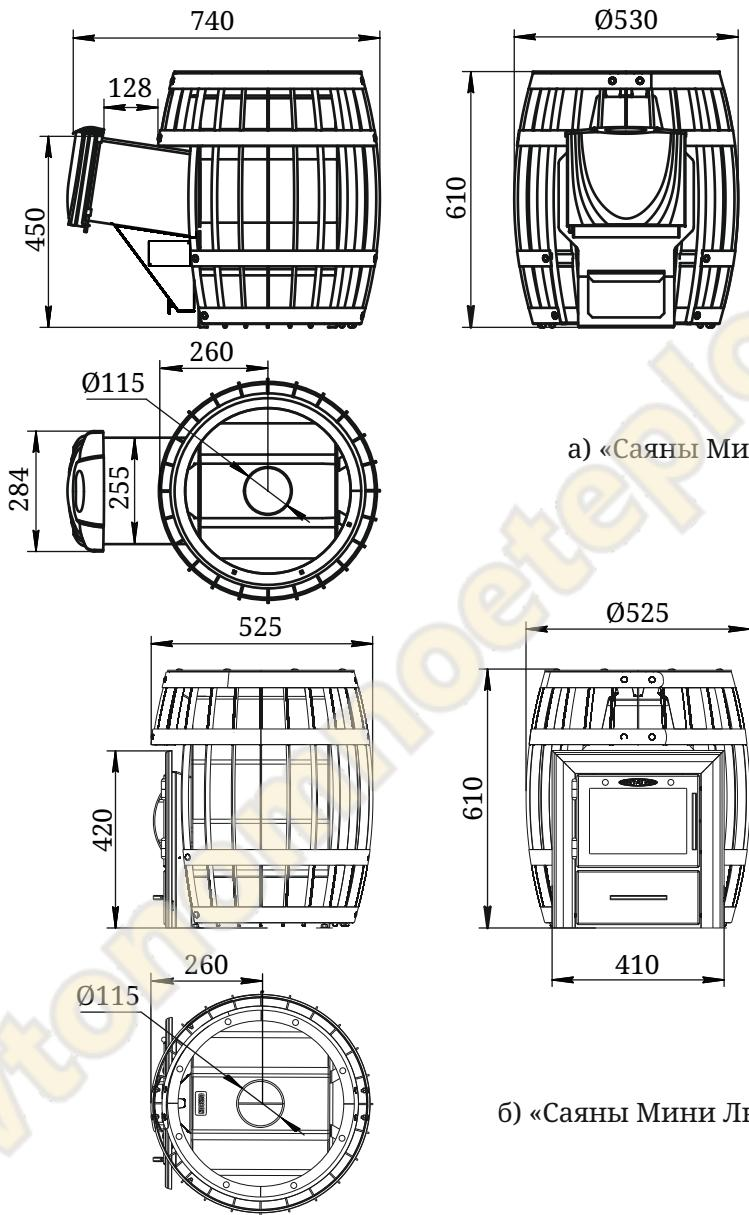

Рисунок 1. Габаритно-монтажные размеры
** - печь со стандартным топливным каналом см. рисунок 1